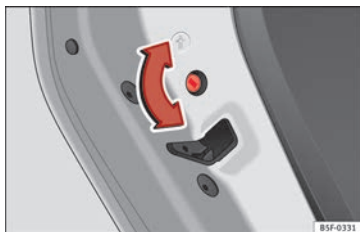

Fig. 36 Sicura per bambini della porta sinistra
- Con la porta aperta, girare con la chiave del veicolo la feritoia in senso antiorario per le porte a sinistra » fig. 36 e in senso orario per le porte a destra.
- Con la porta aperta, girare con la chiave del veicolo la feritoia in senso antiorario per le porte a destra e in senso orario per le porte a sinistra » fig. 36.